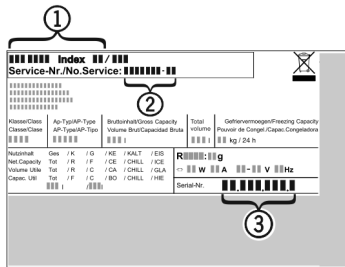

Fig. 13
- ▶ Назва пристрою Fig. 13 (1), сервісний номер Fig. 13 (2) та серійний номер Fig. 13 (3) вказані на табличці типів. Табличка типів знаходиться всередині пристрою, зліва.
- ▶ Повідомте сервісну службу про характер неполадки, назву пристрою Fig. 13 (1), сервісний номер Fig. 13 (2) та серійний номер Fig. 13 (3).